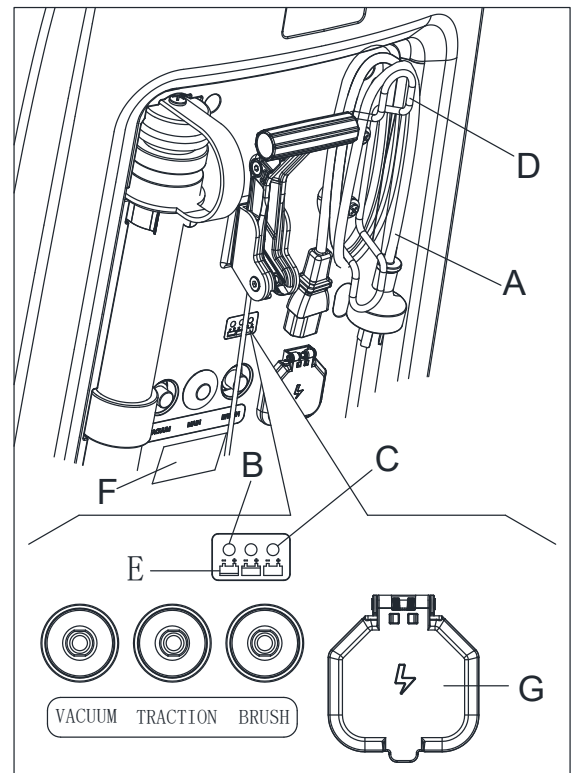

Figure 15
7. Brancher le câble du chargeur de batterie (A, Figure 15) au réseau électrique (G) (la tension du réseau électrique et la fréquence doivent être compatibles avec les valeurs du chargeur de batterie figurant sur la plaque signalétique portant le numéro de série de la machine (F). Lorsque le chargeur de batterie est connecté au réseau électrique, toutes les fonctions de la machine sont automatiquement coupées. Si le témoin lumineux rouge (B) sur le panneau de commande du chargeur de batterie reste allumé, le chargeur de batterie est en train de charger les batteries.
8. Lorsque le témoin lumineux vert (C) s'allume, la charge de la batterie est achevée.
9. Lorsque la charge de la batterie est achevée, débrancher le câble du chargeur de batterie (A) du réseau électrique (G) et l'enrouler autour de son support (D).
Pour plus d'informations sur le fonctionnement du chargeur de batterie (E, Figure 15), voir le Manuel.